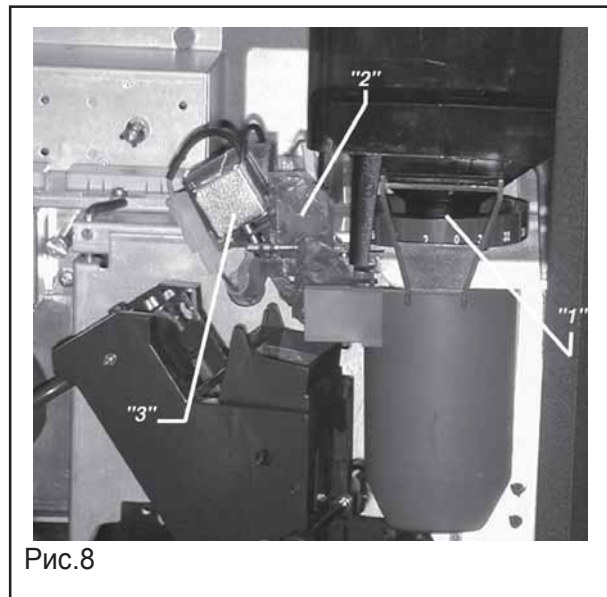

Рис.8
- кофемолка (Поз. 1 Рис.8) включается и работает пока не получено количество кофе заданное дозатором (Поз. 2 Рис.8).
- электромагнитный клапан дозатора (3, рис. 8) включается и выбрасывает молотый кофе в Центральное Кофейное Устройство с помощью двух щелчков;